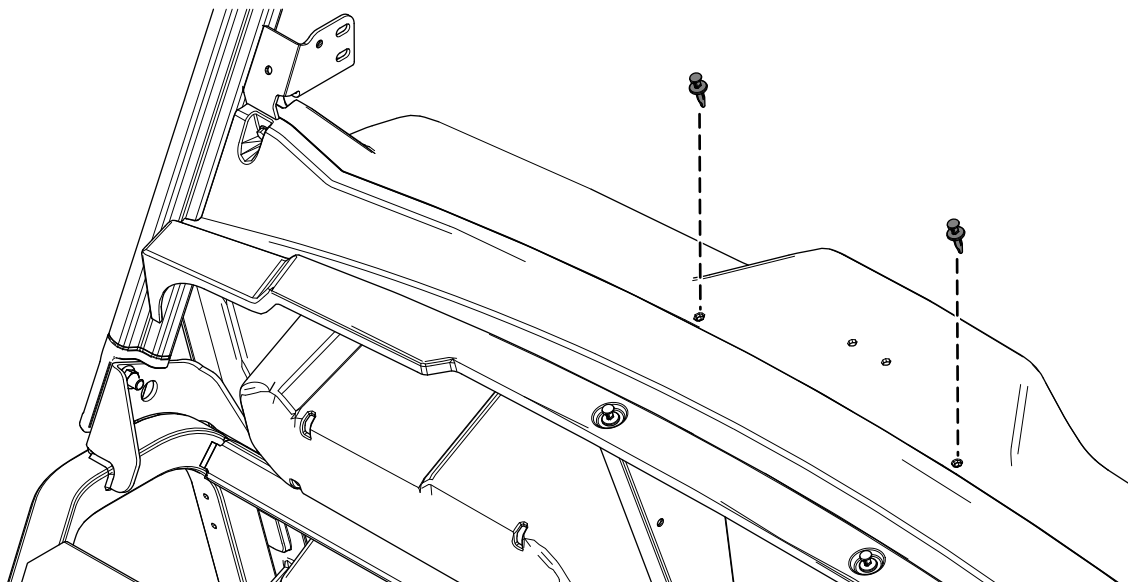

Bild 1
1. Entfernen Sie die beiden Kunststoffnieten aus dem Armaturenbrett (Bild 1).